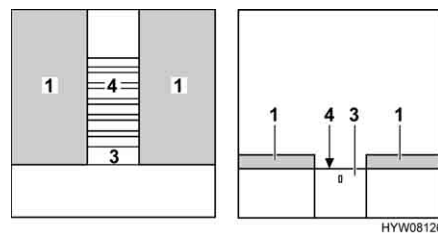

Fig. 91 Durante la trasformazione
- Estrarre completamente il telaio portamaterasso (Fig. 91,4). A tal fine estrarre la base estraibile (Fig. 91,3).